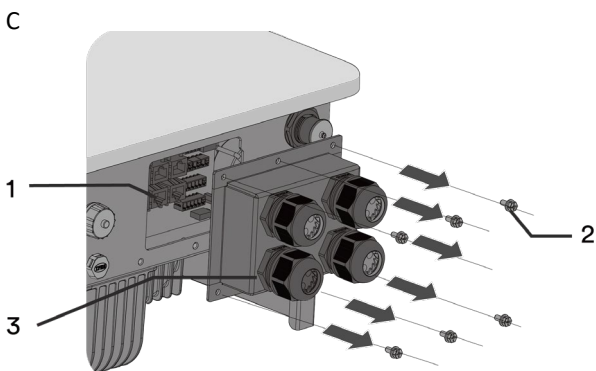

Abb. 50. Entfernen der Abdeckung für Schnittstellenanschlüsse.
1. Entfernen Sie die Abdeckung der Schnittstellenanschlüsse vom Wechselrichter – bewahren Sie die Schrauben sicher auf (siehe Abb. 50) [M4  $\times$  1,6 Nm].